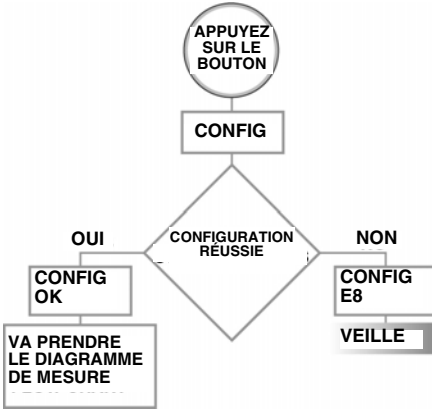

FIG. 4
4. Appuyez et maintenez le bouton Afficher (A) enfoncé de nouveau pour configurer le profil pour le TLM dans le logiciel Pulse.
5. L'écran affiche « CONFIG OK » comme montré en FIG. 4, page 5 quand le profil du TLM est enregistré avec le logiciel Pulse.
Si le profil TLM n'a pas été enregistré avec le logiciel Pulse, le message d'erreur « CONFIG E8 » s'affiche (étape 2, FIG. 4).